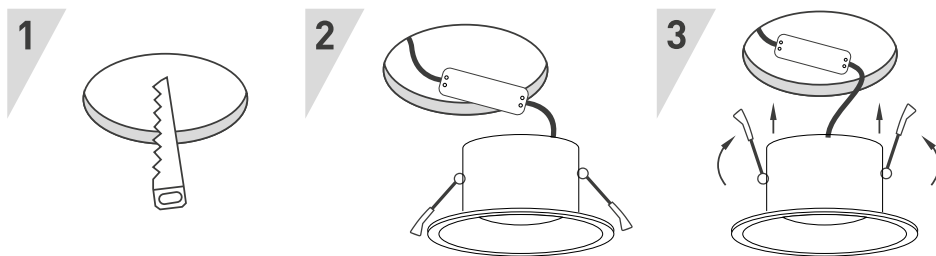

Рис. 2. Установка и подключение светильника
- 3.3. Подключите разъем светодиодного индикатора к разъему TEST indicator источника питания, как показано на рис. 2.